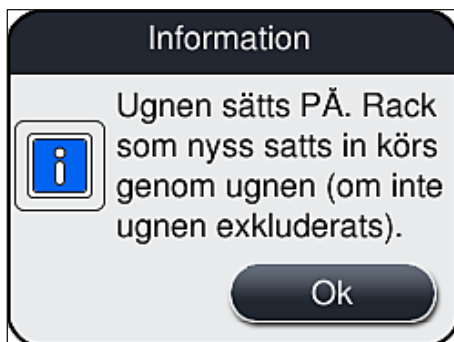

Bild 35
3. Verkställ aktiveringen genom att trycka på **Spara** (→ Bild 33-5). Observera informationsmeddelandet som följer (→ Bild 35) och bekräfta det med **Ok**.